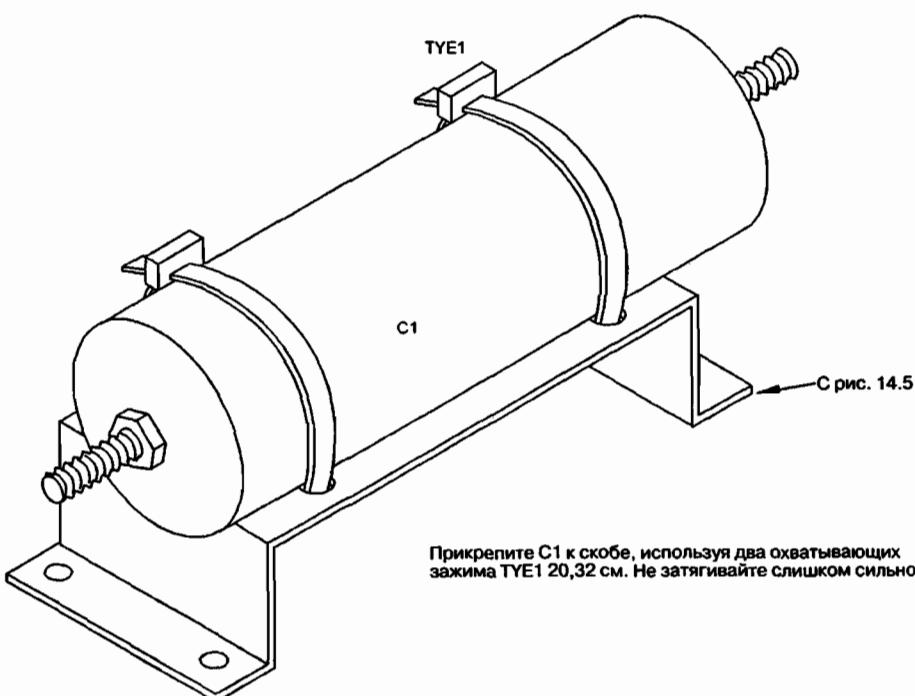

Рис. 14.11. Вид сборки скобы конденсатора СВКТАССЫ в изометрии
9. Прикрепите конденсатор C1 к скобе (рис. 14.11).